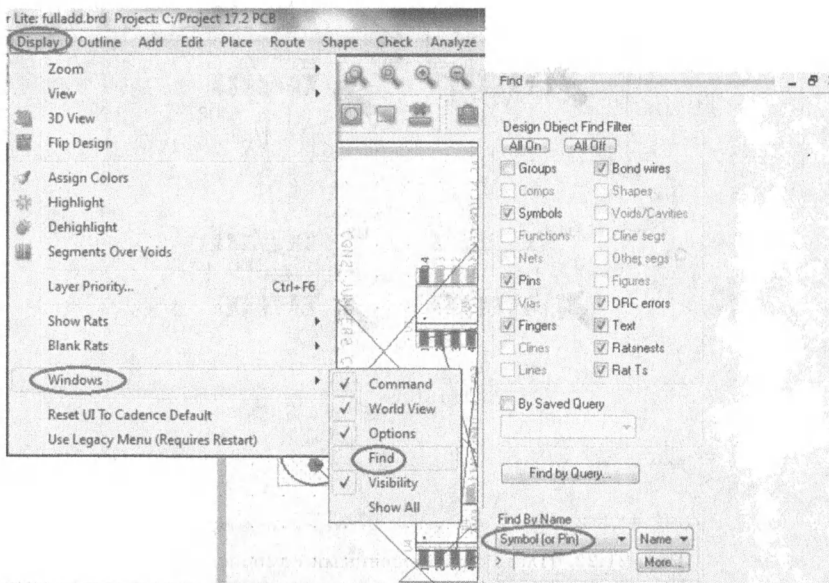

Рис. 21.24. Открытие панели поиска Find
1. Откройте панель Find (рис. 21.24).